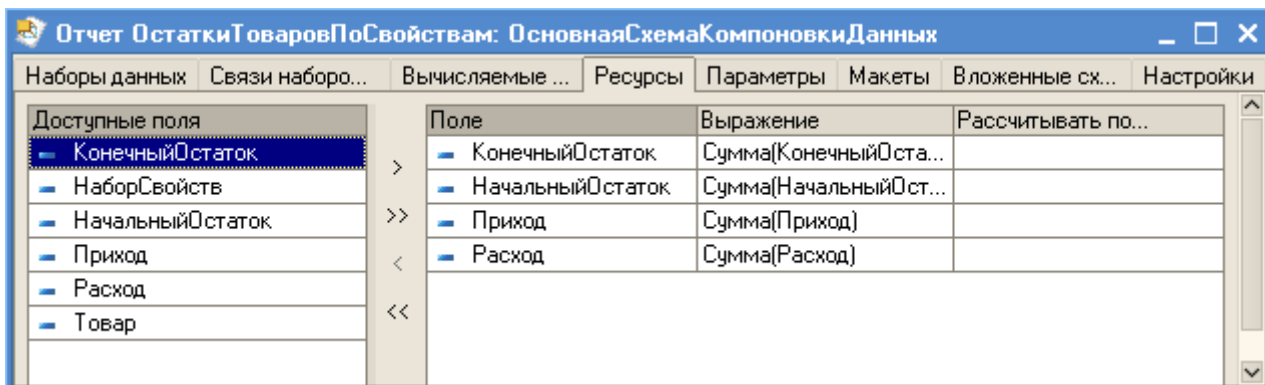

Рис. 146
- на закладке ресурсы выберите все доступные ресурсы (рис. 146);